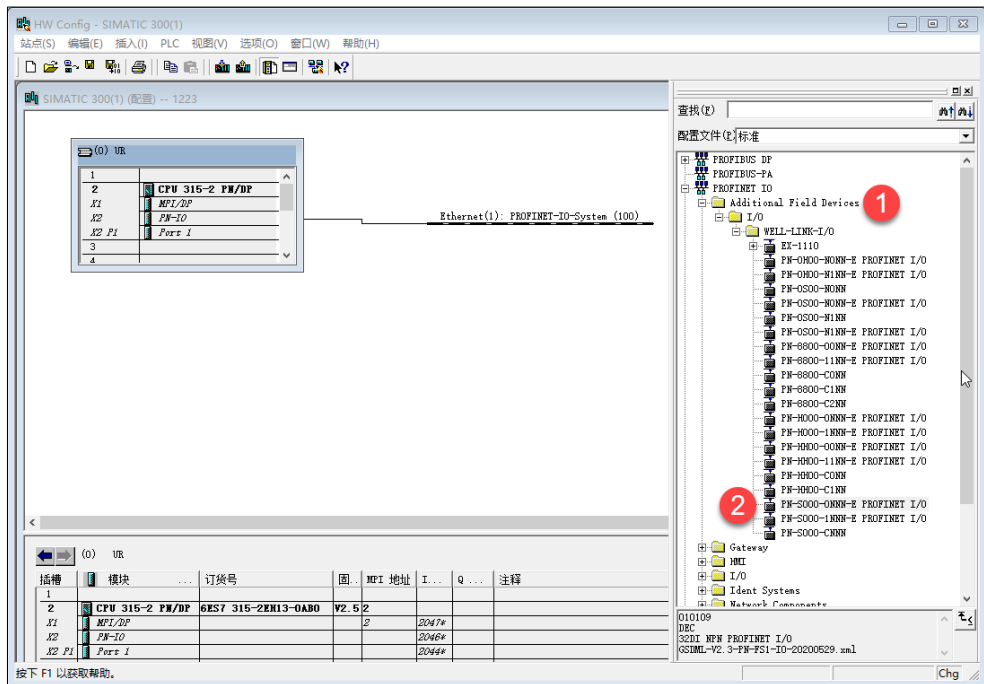

图 5-2-25 将 IO 模块添加在 Ethernet (1) 子网中
在 Ethernet (1) 中，配置 I/O 设备站，在右侧中选择 PN-S000-ONNN-E 拖拽到 Ethernet (1) 子网下面，如图 5-2-25 所示。